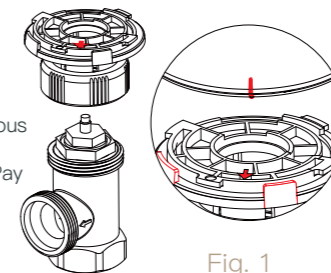

Fig. 1
**Step 5:** Connectez le thermostat et le tableau de montage Quand "F1" stops flashing, find the "Mark point" of the thermostat, shown fig. 1. Turn clockwise to complete the connection Entre le thermostat et la plaque de montage. Après cliquer sur le (seulement une fois), le thermostat affichera "F2". Quand "F2" disappears, while the screen Remains on, turn the Thermostat clockwise to adjust the screen to your Lifting direction.